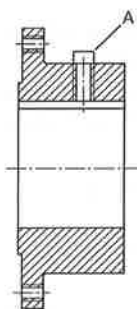
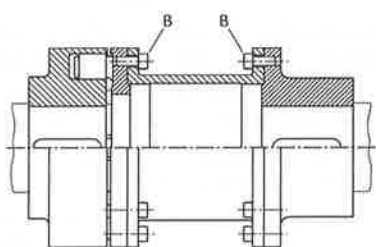

fig.15: Vite di registro A per serraggio assiale
fig.16: Viti di fissaggio B dei semigiunti
**Coppie di serraggio per viti di registro e semigiunti (vedi anche fig. 15 e fig. 16 ):**